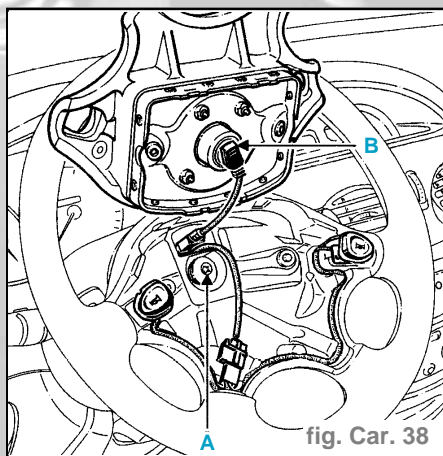

fig. Car. 38
- Après chaque démontage du volant, il faut IMPÉRATIVEMENT remplacer la vis de volant (A) (fig. Car. 38).